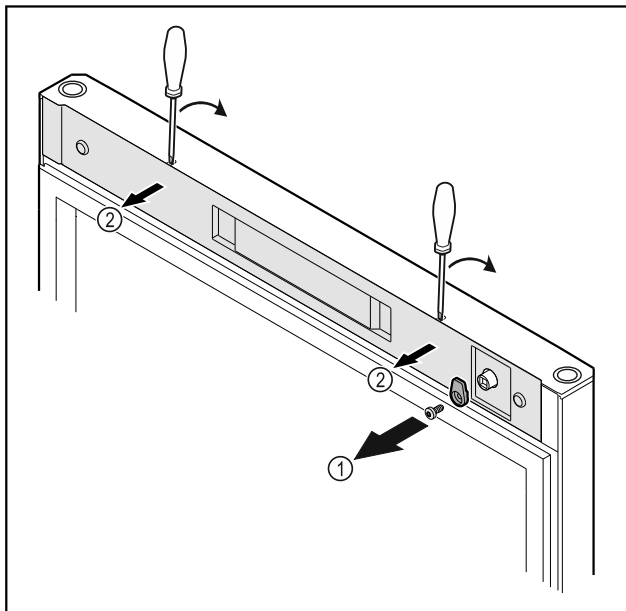

Fig. 16
- Открутите запорный крючок Fig. 16 (1) и
- Соподнесите боковую часть к крышке Fig. 16 (1) и зафиксируйте ее